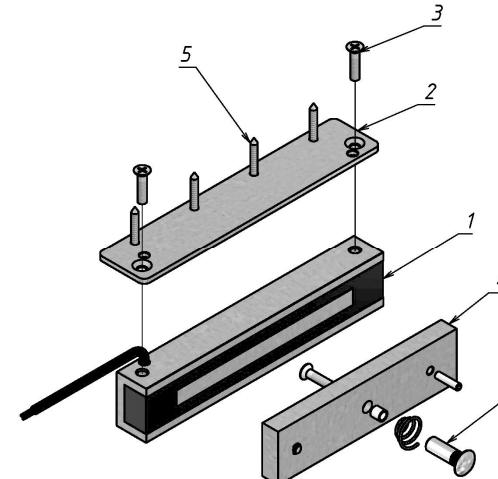

Рисунок 1 – Комплект поставки замка
3.2 В комплект поставки замка AL-350FB-M-01 входят (рисунок 1):
- пластина (2) -1 шт.
- винт M6x25 (3) -2 шт.
- комплект крепления якоря (6):
5.2 Корпусная часть замка размещается в верхней части дверной коробки. В зависимости от ширины дверной коробки монтажная пластина (поз.2 рисунок 1) ориентируется на корпусе замка и крепится с помощью винтов M6 (поз.3 рисунок 1). Варианты крепления корпуса замка на пластине приведены на рисунке 3.